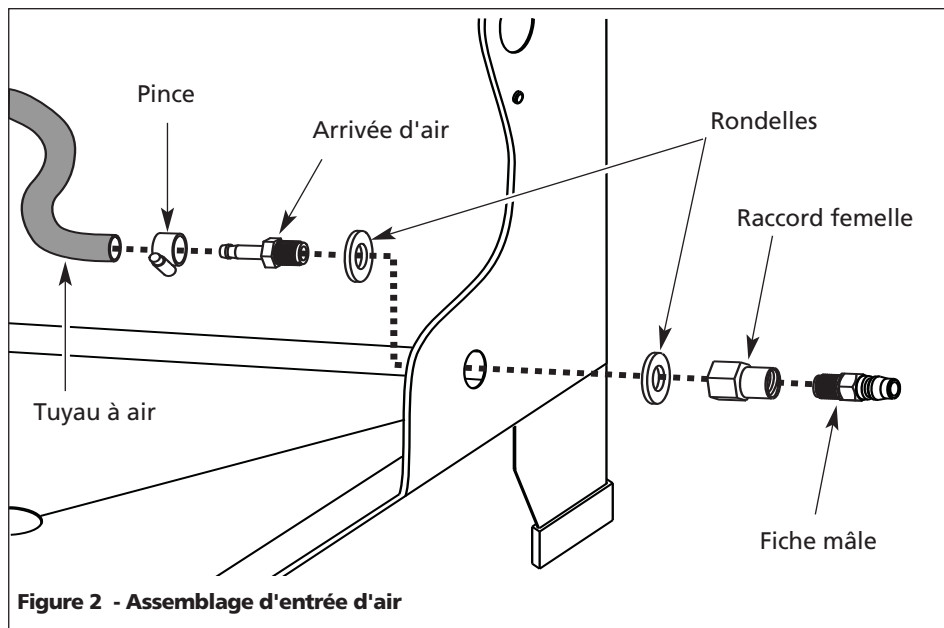

Figure 2 - Assemblage d'entrée d'air
- Placer les assemblages de pistolet et de boyau dans l'armoire, acheminant le tube plongeur sous le plateau de pièces grillagé. Placer une rondelle à l'extrémité fileté du raccord d'entrée de l'armoire, puis pousser le raccord à travers le trou du côté inférieur droit de l'armoire. Placer l'autre rondelle sur l'extrémité proéminente du raccord (voir Figure 2).
- Appliquer du ruban adhésif de filetage PTFE au filets du raccord d'entrée pour réduire la possibilité de fuites d'air. Enfiler le raccord femelle sur les filets proéminents du raccord d'entrée de l'armoire et bien resserrer. S'assurer que les méplats de clé du raccord femelle aboutent l'armoire (voir Figure 2).